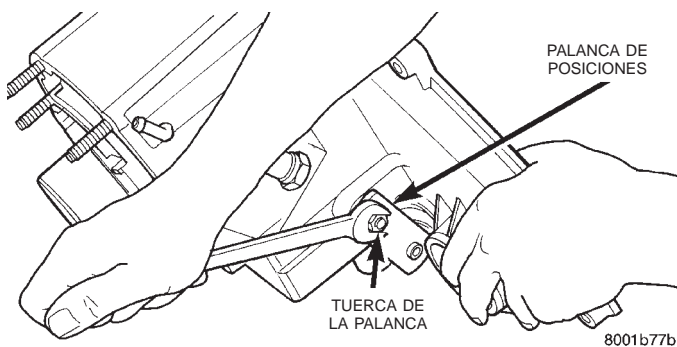

Fig. 62 Instalación de palanca de posiciones
(3) Instale la palanca de posiciones, la arandela y la tuerca en el eje de sector (Fig. 62). Apriete la tuerca de la palanca de posiciones con una torsión de 27-34 N·m (20-25 lbs. pie).